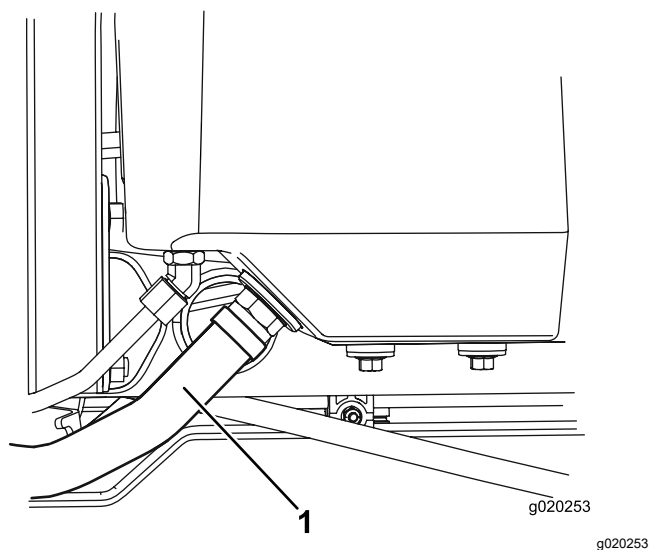

Figura 80
2. Desligue o tubo hidráulico grande (Figura 80) do reservatório e deixe o fluido hidráulico escorrer para um recipiente.